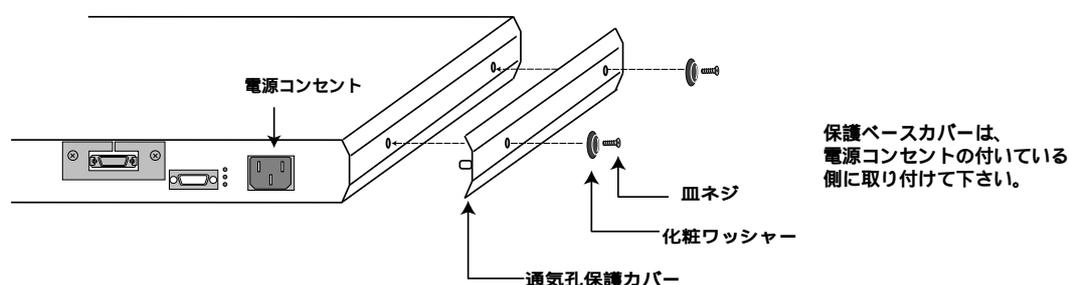

図3：通気孔保護カバーの取付け
- 2) 図3に示すように、本体の電源コンセントの付いている側に通気孔保護カバーを取り付け、化粧ネジ、M4 x 20皿ネジの順に取り付けて、固定します。